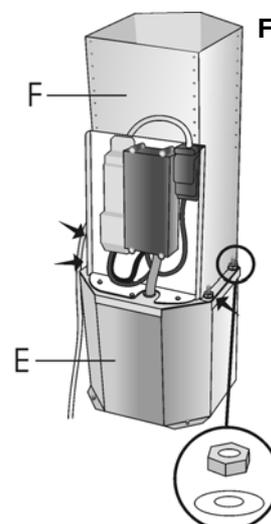

Fig.11
8. Enlever les 4 écrous et 4 rondelles en U et retirer le bloc moteur (E) de la structure inférieure (F) – (fig. 11.)